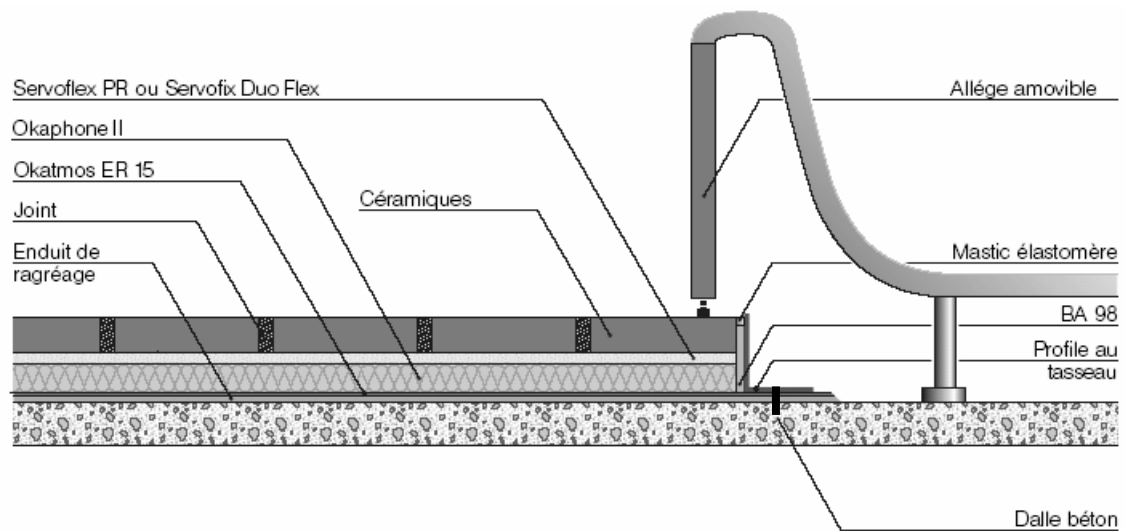

Figure 1a - Pose d'une baignoire avec allège amovible
4.6 Pose appareils sanitaires (figures 1a et 1b)